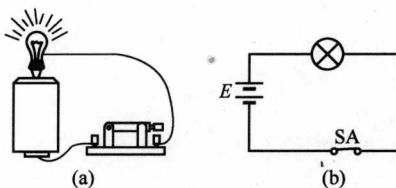

图 1.1 电路和电路图
用国家统一规定的符号来表示电路连接情况的图称为电路图。图 1.1 (a) 所示为由干电池、小电珠、开关和连接导线等实物连接的电路。图 1.1 (b) 所示为
1) 通路(闭路): 电路构成闭合回路, 有电流通过。如图 1.1 所示, 当开关上时, 有电流流过灯泡, 灯泡发亮, 称为通路状态。
2) 开路(断路): 电路断开, 电路中没有电流通过。如图 1.1 所示, 当开关断开时, 没有电流流过灯泡, 灯泡不发亮, 称为开路状态。